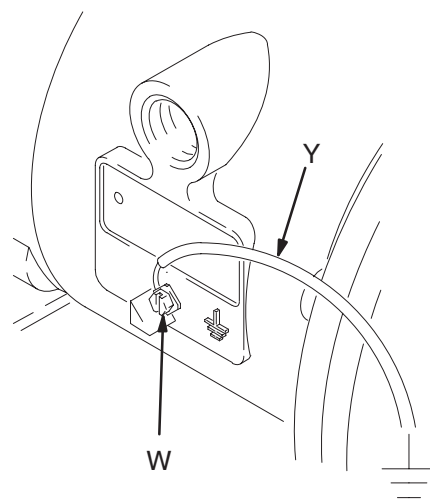

Abb. 1
Polypropylen- und Kynar-Pumpen sind **nicht** elektrisch leitfähig. Durch die Befestigung des Erdungsdrahtes an der Erdungsöse wird nur der Luftmotor geerdet. Werden leitende, brennbare Flüssigkeiten gefördert, muß **immer** das gesamte Materialsystem geerdet sein. Dazu muß das Materialsystem elektrisch mit einer guten Erde verbunden werden. Siehe Abb. 1.
- **Luftmotor:** Erdungskabel und Klammer wie in Abb. 1 dargestellt anschließen. Die Erdungsschraube (W) lösen. Ein Ende eines mindestens $1,5 \text{ mm}^2$ dicken Erdungskabels (Y) hinter die Erdungsschraube schieben und die Schraube fest anziehen. Das Klemmen-Ende des Erdungskabels mit einem guten Massepunkt verbinden. Zu bestellen: Erdungskabel und Klammer, Teile-Nr. 237569.